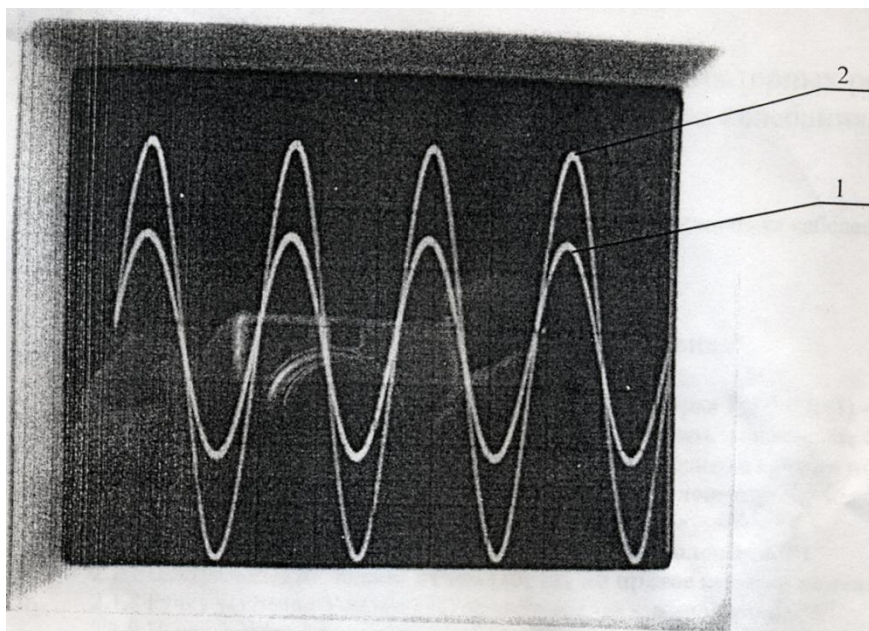

Рис. 4. Пример осциллограммы вынужденных колебаний.
4.4. Плавно вращая ручку изменения **частоты (7)**, добиться максимума вынужденных колебаний по второму каналу (пример на рис.4).